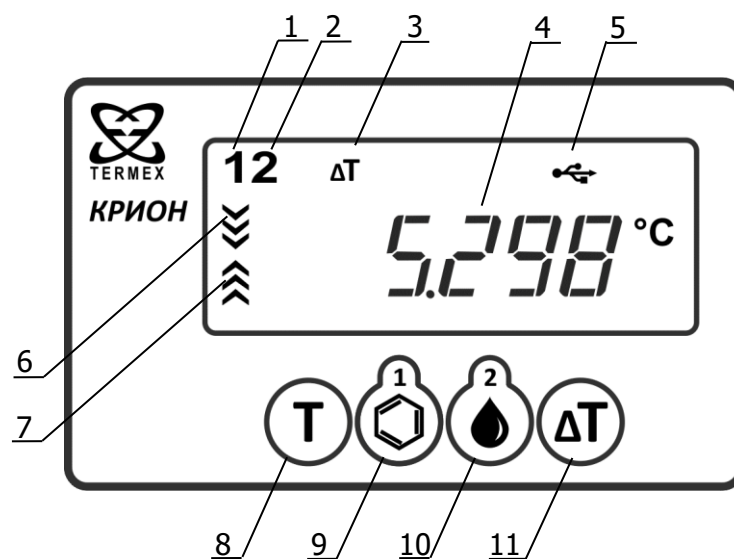

Рисунок 4 — Лицевая панель электронного блока
Затем на дисплее в позиции 4 (рисунок 4) отобразится текущая температура.
2.5.1 На лицевой панели электронного блока (рисунок 4) расположены дисплей и четыре кнопки, с помощью которых осуществляется управление установкой. Назначение элементов управления указаны в таблице 2.
- 1 - Подготовка. Установка ожидает охлаждения образца до 15 °С. Индикаторы 6, 7 (рисунок 4) погашены.
2.8.2 Для изменения значения температуры переохлаждения (см. рисунок 4):
2.9.3 Запустить процесс измерения температуры кристаллизации растворителя длительным нажатием (более 1 с) кнопки 9 (см. рисунок 4). Индикатор 1 начнет мигать, а на дисплее отобразится текущая температура растворителя.
2.9.4 По окончании измерения раздается звуковой сигнал, значение температуры кристаллизации растворителя сохранится в энергонезависимой памяти установки и отобразится на дисплее. В дальнейшем (до начала следующего измерения температуры кристаллизации) это значение можно посмотреть, коротко нажав кнопку 9 (рисунок 4).
2.10.3 Запустить процесс измерения температуры кристаллизации раствора испытуемого вещества длительным (более 1 с) нажатием кнопки 10 (см. рисунок 4). Индикатор 2 начнет мигать, а на дисплее отобразится текущая температура раствора.
2.10.4 По окончании измерения раздается звуковой сигнал, значение температуры кристаллизации раствора испытуемого вещества сохранится в энергонезависимой памяти установки и отобразится на дисплее. В дальнейшем (до начала следующего измерения температуры кристаллизации) это значение можно посмотреть, коротко нажав кнопку 10 (рисунок 4).
- 2 - включить принудительное перемешивание, одновременно нажав и удерживая (более 3 с) кнопки 8 и 11 (рисунок 4);
2.11.1 Нажать кнопку 11 (рисунок 4). На дисплее отобразится значение депрессии температуры.